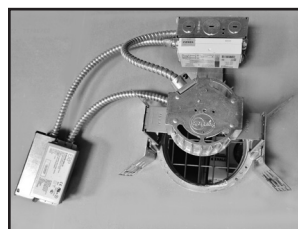

Figura 11.
6. Coloque la unidad del controlador adaptador lejos de la abertura del techo/alojamiento y ponga el controlador hacia arriba (Figura 11.).